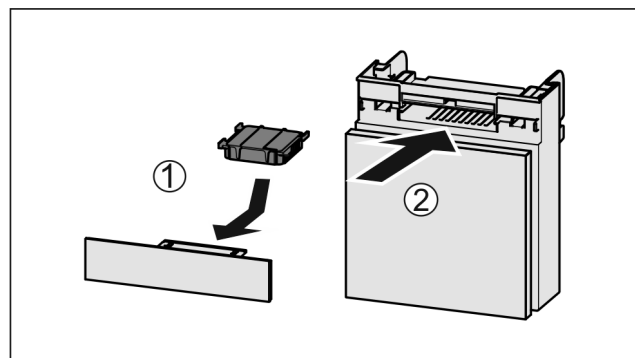

Fig. 256
- Vendosni filtrin me karbon aktiv siç tregohet në figurë Fig. 256 (1).
- Futni kutinë në vend Fig. 256 (2).